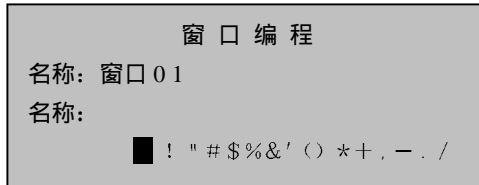

图 3-21
- 2) 按“小计”，进入 1#窗口名称编程，如图 3-21 所示；